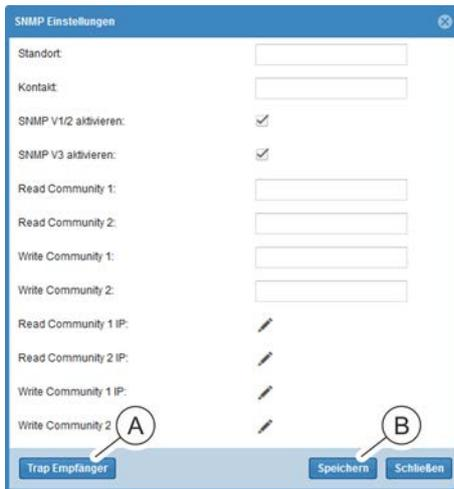

Abb. 233: Fenster "SNMP Einstellungen"
2. ➔ Im Fenster "SNMP Einstellungen" die Schaltfläche „Trap Empfänger“ (Abb. 233/Ⓐ) anklicken.